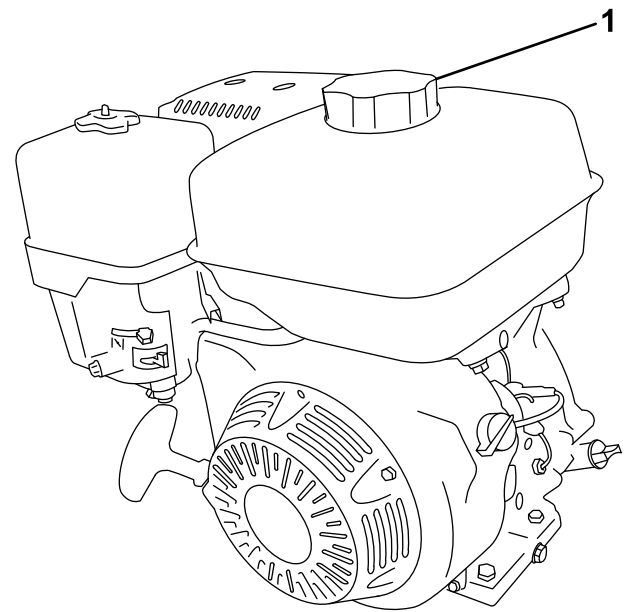

Figura 33
2. Limpie alrededor del tapón del depósito de combustible y retírelo (Figura 33).
4. Instale el tapón del depósito de combustible firmemente (Figura 33).